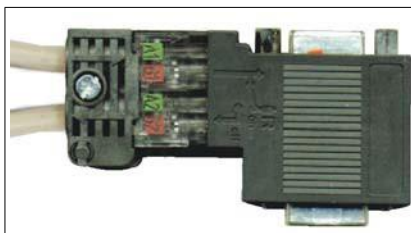

Рис. 5.2
1. Снять разъем шины с главного устройства. См. Рис. 5.2 на стр. 62
- Снять разъем шины с главного устройства. См. Рис. 5.2 на стр. 62